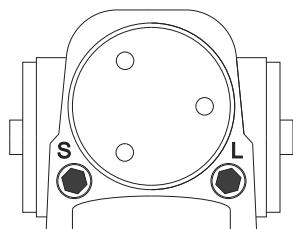

Рисунок 3
5. Отрегулируйте винтом «CLOSING» (рисунок 3) скорость закрытия.
6. Отрегулируйте винтом «LATCH» (рисунок 3) скорость доводки в диапазоне 18° - 0° (см. раздел регулировки).